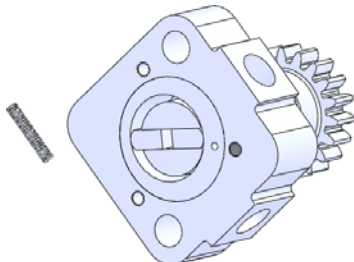

图 8-77 插入弹簧零件
- 38 单击【浏览】按钮，选择“弹簧.sldprt”零部件，单击【打开】按钮。在绘图区中合适位置单击，确定零部件的插入位置，如图 8-77 所示。